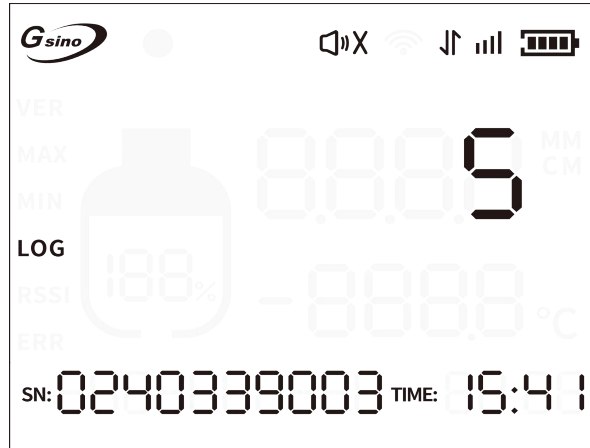

图 6-1
1. 按功能键切换到历史数据页面（如图 6-1），查看累计的数据条数；